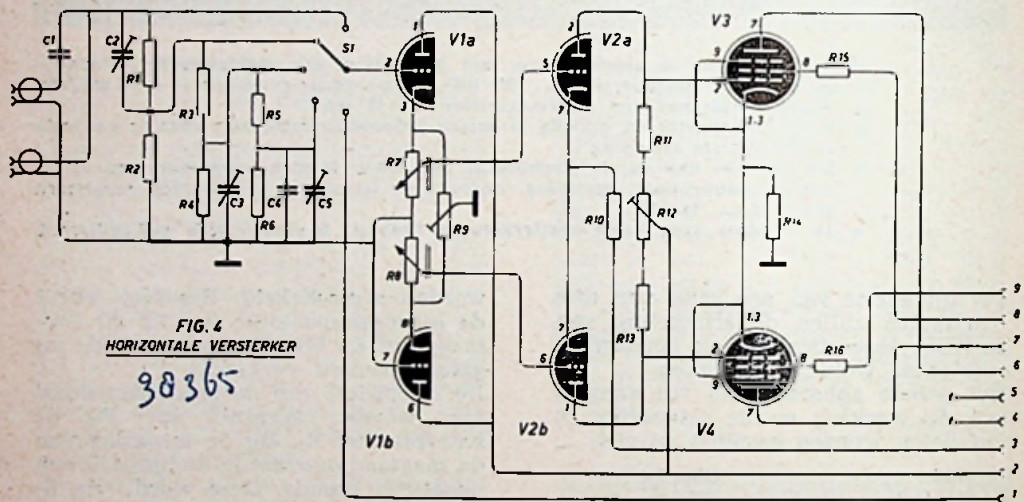

FIG. 4
3. Horizontale versterker (Fig. 4)